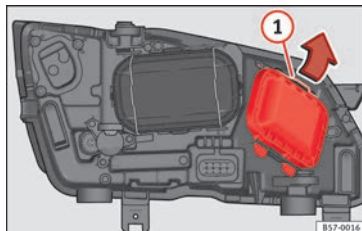

Fig. 104 Nel vano motore: estrarre il coperchio.
2. Far scorrere il tirante » **fig. 104** (1) nel senso della freccia e sfilare la chiusura.
- Far scorrere il tirante » **fig. 104 ①** nel senso della freccia e sfilare la chiusura.